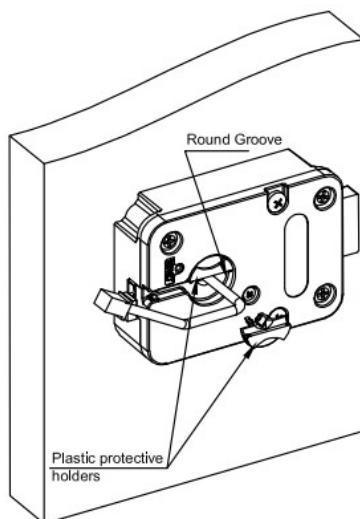

Fig. 10
4. Bringen Sie die beiden werkseitig mitgelieferten Schutzhalter aus Kunststoff an, um das Kabel in der runden Nut zu halten. (Abb. 10) Es ist wichtig, darauf zu achten, dass die Schutzhalter fest sitzen, um das Kabel vor Beschädigungen zu schützen.